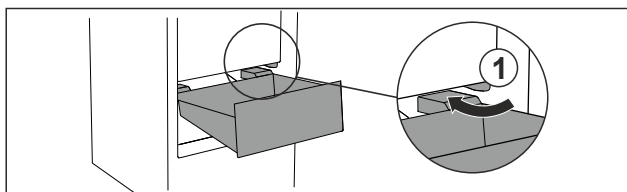

Fig. 97
- Zásuvku veďte šikmo podél zářádek Fig. 97 (1).